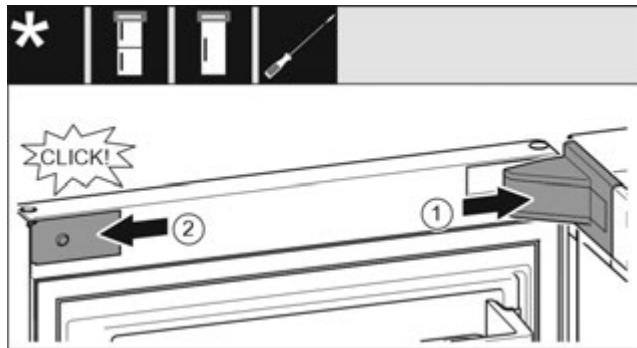

Fig. 23
- ▶ Встановіть та зафіксуйте кришку опорного кронштейну у разі необхідності – обережно розтисніть. Fig. 23 (1)
- ▶ Встановіть збоку і зафіксуйте накладку. Fig. 23 (2)